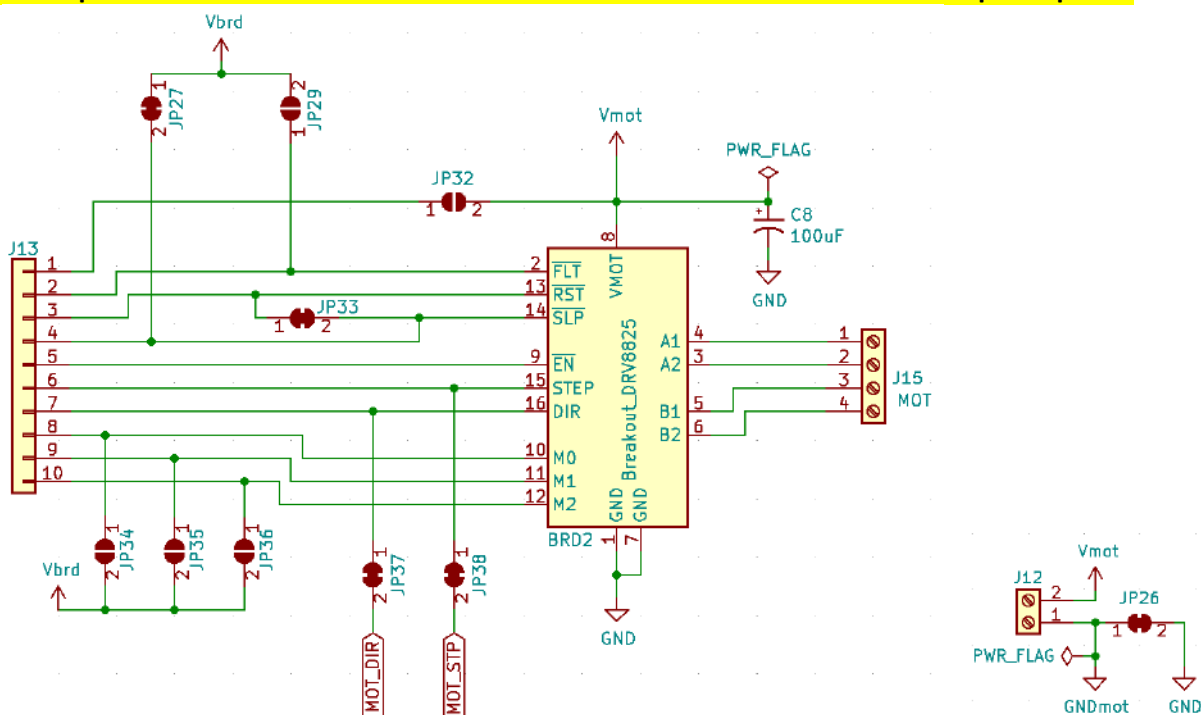
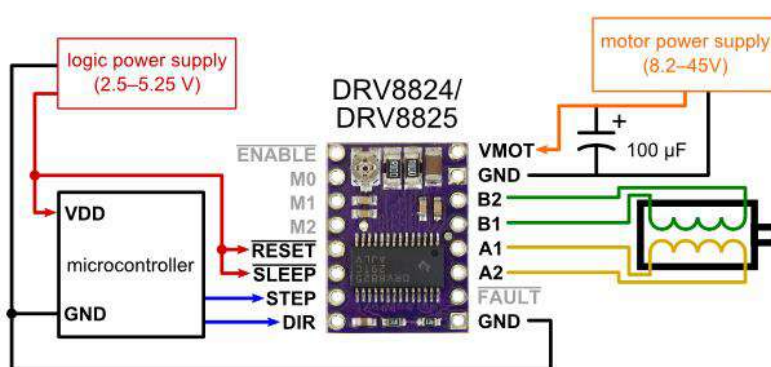
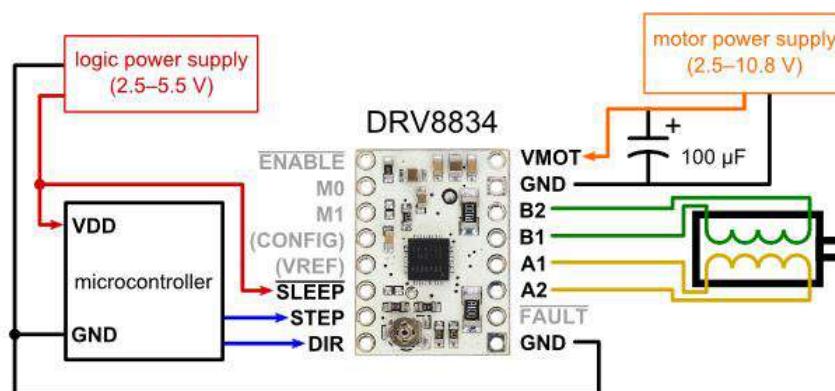
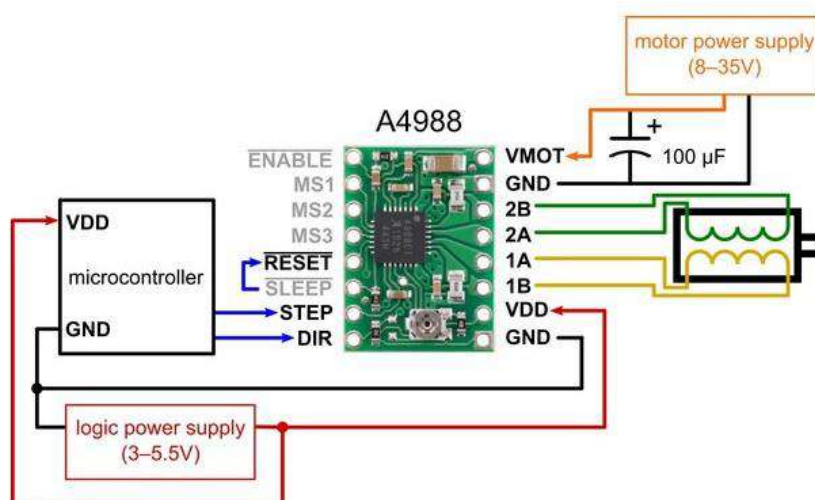

Figure 86 – Schema connessioni della sezione Motore passo-passo della **IoT PROTO SHIELD PLUS**
Figure 91 – Connessioni minime per pilotare motori passo-passo con moduli DRV8825 (full-step mode)
Figure 95 – Connessioni minime per pilotare motori passo-passo con moduli DRV8834 (full-step mode)
Figure 97 – Connessioni minime per pilotare motori passo-passo con moduli A4988 (full-step mode)
Come mostrato in Figure 86 e §32.4.1, la **IoT PROTO SHIELD PLUS** è predisposta per lavorare con un driver DRV8825 senza alcuna connessione (o disconnessione) aggiuntiva.
- La **IOT PROTO SHIELD PLUS** è predisposta per lavorare con questi moduli senza che sia richiesta nessuna modifica ai jumper di configurazione (si veda Figure 86 e Figure 91)
- Come mostrato in Figure 95 e Figure 86, JP27 e JP33 devono essere CHIUSI (configurazione di default), così da connettere *Vbrd* della **IOT PROTO SHIELD PLUS** ai pin di RESET e SLEEP del modulo DRV8834
- Come mostrato in Figure 95 e Figure 86, JP29 deve essere CHIUSO così da connettere il pin VIO del modulo TMC2xxx a Vbrd della IOT PROTO SHIELD PLUS
- Come mostrato in Figure 95 and Figure 86, JP27 deve essere CHIUSO così da connettere il pin *SLEEP* del modulo DRV8834 a *Vbrd* della IOT PROTO SHIELD PLUS
- Come mostrato in Figure 95 and Figure 86, JP33 deve essere APERTO in modo da disconnettere il pin *VREF* del modulo DRV8834 a *Vbrd* della IOT PROTO SHIELD PLUS
- Come mostrato in Figure 95 e Figure 86, JP27 deve essere APERTO, così da disconnettere *Vbrd* della **IoT PROTO SHIELD PLUS** dai pin di RESET e SLEEP del modulo A4988
- Come mostrato in Figure 95 e Figure 86, JP33 deve essere CHIUSO, così da connettere i pin RESET e SLEEP del modulo A4988 tra loro
- Come mostrato in Figure 95 e Figure 86, JP29 deve essere CHIUSO, così da connettere *Vbrd* della **IoT PROTO SHIELD PLUS** al pin VDD del modulo A4988
Come mostrato in Figure 91, Figure 95 e Figure 97, alcuni pin (come ad esempio quelli per la regolazione dei microsteps) non sono connessi di default, è possibile accedere alle funzionalità aggiuntive fornite da questi pin attraverso l'header J13, fare riferimento a Figure 86.